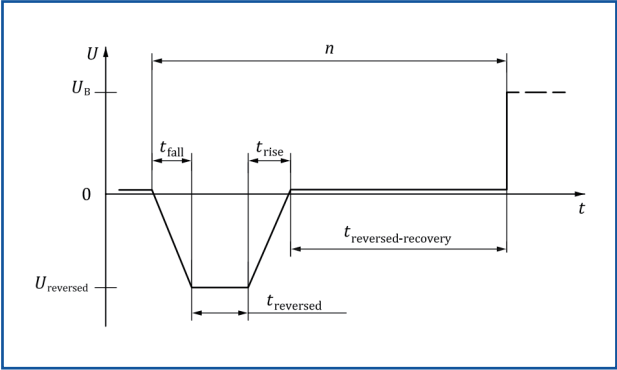

图17-反向电压测试用例2
- 在所有其他情况下，将测试电压U_{reversed}(见图17和表16)同时施加到被测件的所有相关输入(连接)，持续时间为(60±6)s。